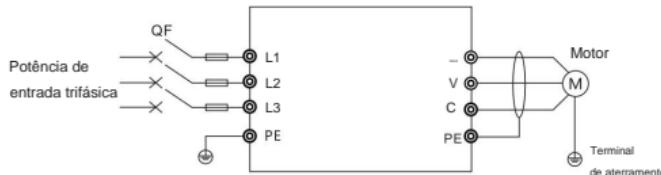

Figura 4-1 Diagrama de fiação de comissionamento
- (1) Antes de conectar a fonte de alimentação de entrada ao inversor, confirme se a tensão da fonte de alimentação está dentro da faixa de tensão de entrada nominal do inversor.
- (2) Fio conforme Figura 4-1;
- (3) Após confirmar que a fiação está correta, o inversor é ligado e exibe "HY" e depois "50.00".
- (4) Seleção do modo de controle, P00.00 = 0, modo de controle V / F;
- (5) Seleção da fonte de comando, P00.01 = 0, controle do teclado;
- (6) Seleção da fonte de frequência, P00.02 = 0, configuração digital do teclado e definição da frequência predefinida P00.08 = 0.0;
- (7) Pressione a tecla para iniciar o inversor, a frequência de saída do inversor é 0, o teclado exibe "0,0"
- (1) Conecte o inversor conforme mostrado na Figura 4-1, confirme se a fiação está correta e ligue-o;
- (2) Defina os seguintes parâmetros na seguinte ordem: